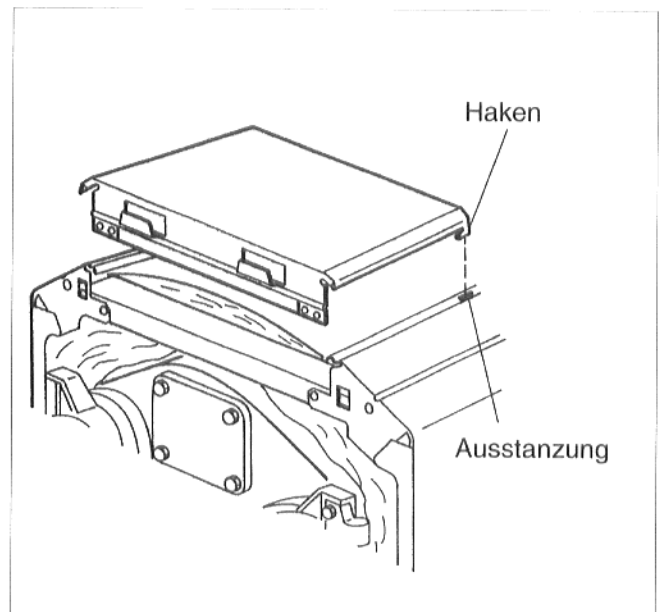

Abb. 23
- Vordere Kesselhaube mit den Haken in die Ausstanzungen der Seitenwände einhängen und leicht nach vorne ziehen (Abb. 23).